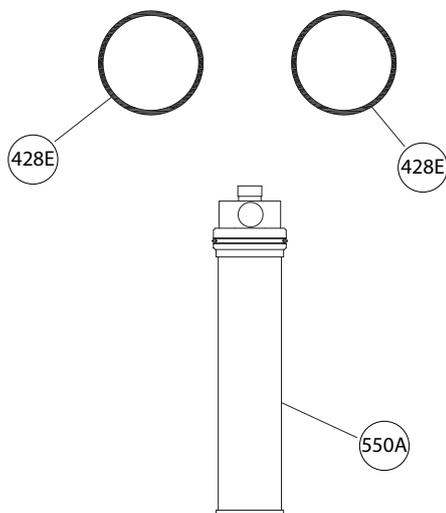

Figura 30: Kit de filtro
3. O kit de filtro de reparo RK08174A consiste em um novo filtro (550A) e dois anéis (428E). Dois kits devem ser adquiridos em cada troca de filtro, um para a extremidade de acionamento e o outro para a extremidade sem acionamento. Veja Figura 30: Kit de filtro on page 51.